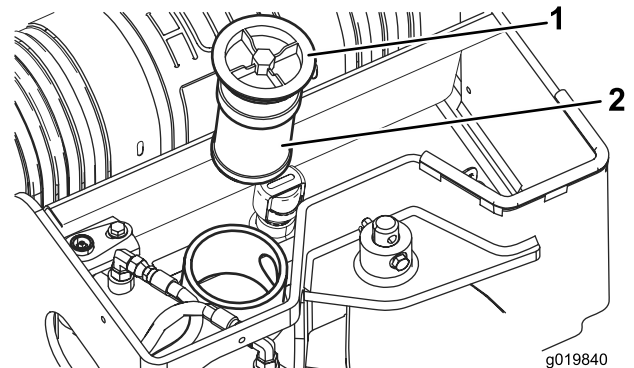

図 60
5. 古いフィルタを外して捨てる 図 60。
6. 新しいフィルタを取り付け、キャップをして上部ボルトを 2125Nm $2.32.8\text{kg}\cdot\text{m}$ = $200240\text{inch}\cdot\text{lb}$ にトルク締めする 図 60。